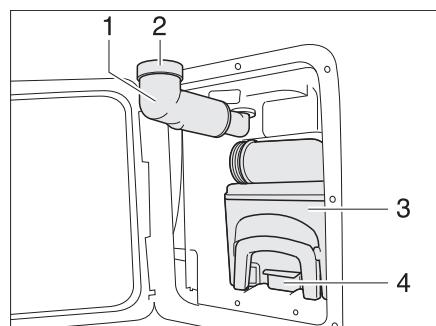

Fig. 141 Cassette Thetford
- Girar hacia fuera el tubo de llenado de agua potable (Fig. 141,1).
- Retirar la tapa rosada (Fig. 141,2).